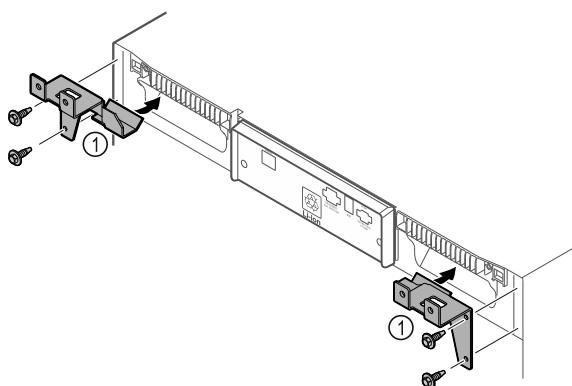

Fig. 67
- Halteteile Fig. 67 (1) mit selbstschneidenden Schrauben am Gerät montieren.